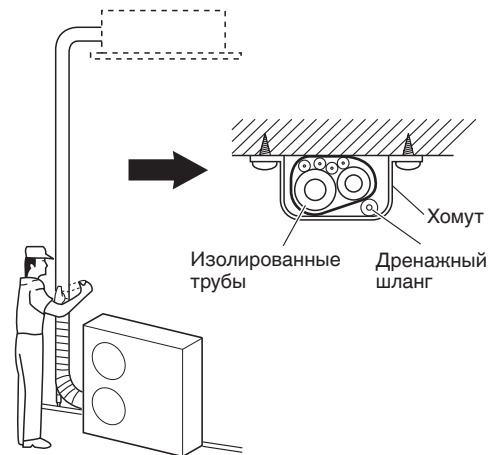

Рис. 5-9
- (1) На данном этапе трубы хладагента (и электрическую проводку, если это разрешено местными правилами) следует обмотать вместе бронелентой в 1 связку. Чтобы предотвратить перелив конденсата через края дренажного поддона, проложите дренажный шланг отдельно от трубопровода хладагента.
- (2) Наматывайте бронеленту от нижней части трубопровода, где он входит в стену. Во время обматывания трубопровода перекрывайте половину каждого предыдущего витка ленты.
- (3) Прикрепите связку трубопровода к стене, используя по 1 фиксатору приблиз. через каждый метр. (Рис. 5-9)